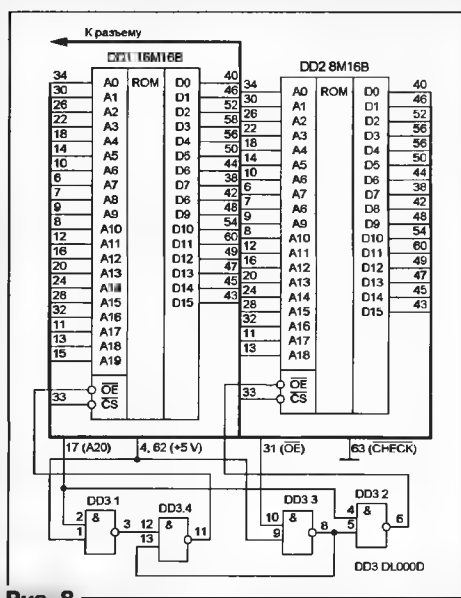

Рис. 8
В картриджах с двумя восьмизрядными ПЗУ (схема на рис. 7, игра "MORTAL KOMBAT-1") чаще всего в одной из микросхем (обычно маркированной буквой L) записаны младшие (D0—D7), а в другой (H) — старшие (D8—D15) разряды каждого 16-разрядного слова данных. Но встречаются картриджи, в которых разряды распределены между микросхемами иначе. Более сложный вариант (схема на рис. 8, игра "BOOGERMAN") содержит два 16-разрядных ПЗУ, причем сигнал OE проходит на соответствующий вход только одного из них в зависимости от уровня сигнала A20. Логика выбора реализована на элементах микросхемы DD3 (аналог K555ЛА3). Информационная емкость ПЗУ DD1 и DD2 иногда бывает не одинаковой.